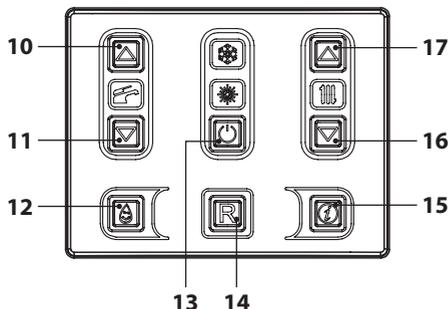
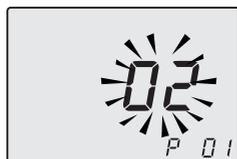

Figura 5.45
Figura 5.46
- Entrare in "modalità programmazione" premendo contemporaneamente per 10 secondi i tasti 13-16-17 (Figura 5.45) fino a far apparire sul display LCD le lettere **P01** che si alternano con il valore del parametro, indicanti l'entrata nel "parametro 01" (Figura 5.46).
- Premendo il tasto 13 (Figura 5.45) si ottiene la conferma del valore inserito.